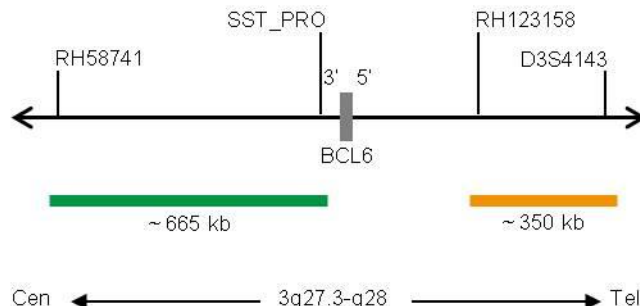

Fig. 1 : Carte de la sonde SPEC BCL6 (pas à l'échelle)
- Polynucléotides marqués au ZyGreen (excitation 503 nm/émission 528 nm) (~10 ng/μl), qui ciblent des séquences en 3q27.3* (chr3:186,737,897-187,403,834) proximale de la région des points de rupture de BCL6 (voir figure 1).
- Polynucléotides marqués au ZyOrange (excitation 547 nm/émission 572 nm) (~4.5 ng/μl), qui ciblent des séquences en 3q27.3-q28* (chr3:187,744,962-188,097,195) distale de la région de rupture de BCL6 (voir figure 1).